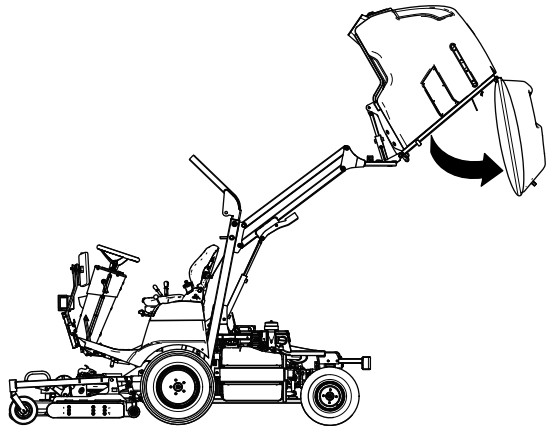

Figura 140
2. Portate la tramoggia (Figura 140) in posizione di sollevamento completo; fate riferimento a Sollevamento della tramoggia \(pagina 31\).
3. Scaricate la tramoggia (Figura 140) e lasciatela in posizione di scarico completo, con lo sportello posteriore che pende liberamente; fate riferimento a Scarico della tramoggia \(pagina 32\).